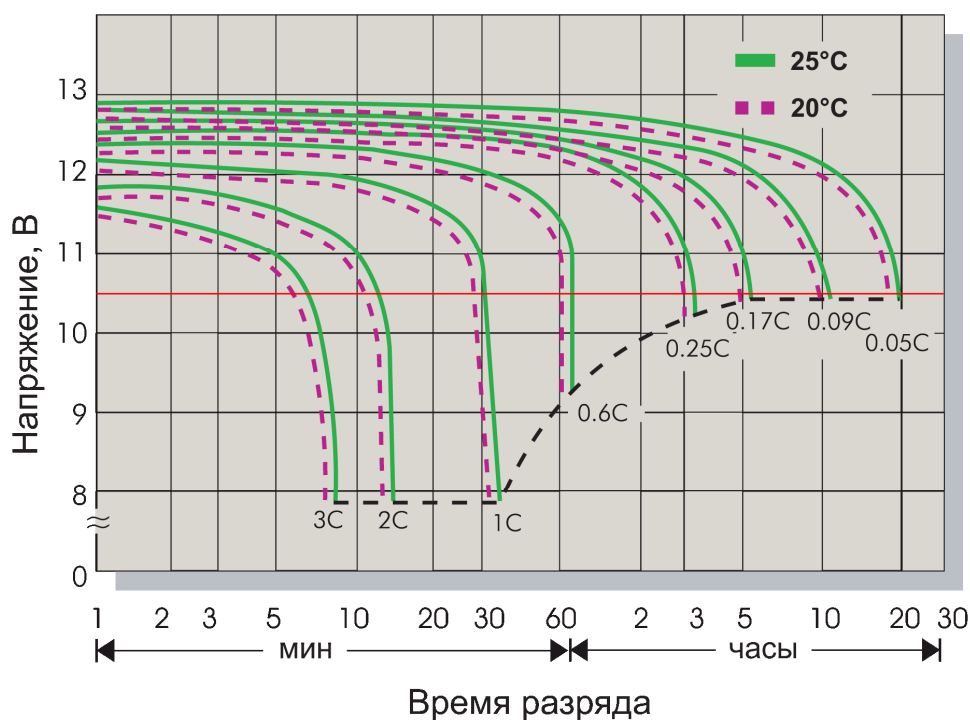

Рис. 8
4. На графике разрядных характеристик аккумулятора находим кривую, соответствующую полученному отношению (в качестве примера на рис. 8 приведены типовые разрядные характеристики аккумуляторов CSB серии GP). Ищем точку пересечения этой кривой с горизонтальной линией, соответствующей напряжению отключения ИБП  $U_{off}$  (по умолчанию 10,5В, на графике показана красным цветом). Проводим из этой точки вертикаль к оси времени и получаем время автономной работы ИБП.